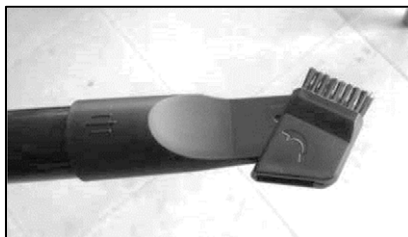

Fig 12
1. Ca în Fig.12, puteți utiliza duza de serviciu pentru a curăța colțurile și deschiderea.